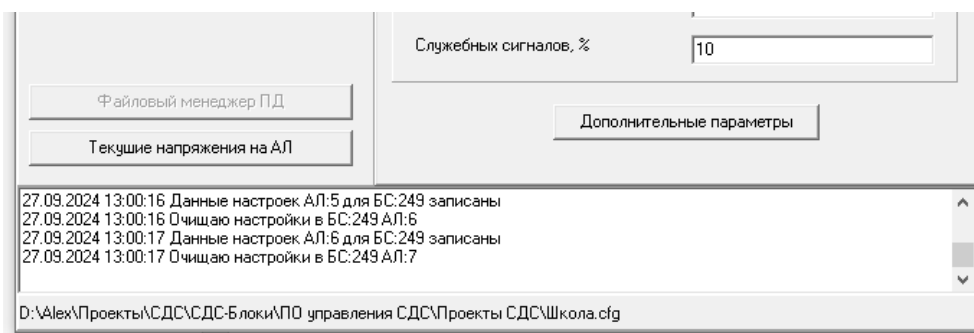

Рис.5.2
5.4 После подтверждения будет выполняться запись в оборудование. В нижнем поле программы отображается в виде текстовых сообщение процесс записи рис.5.2
5.7.3 Установить указатель мыши на ПД и нажать «Прочитать параметры ПД» появиться окно со считанными параметрами рис.5.2